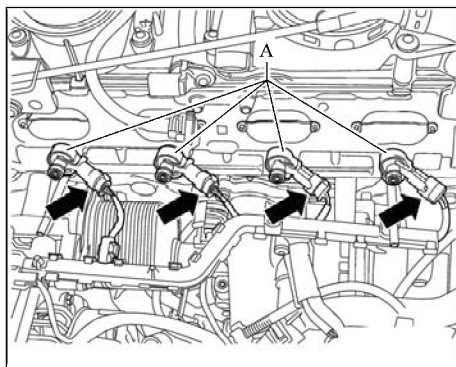

图 19-9 脱开喷油器插头
- 4) 如图 19-9 所示，拆下限位支撑环 A 并脱开喷油器上的插头（箭头）。